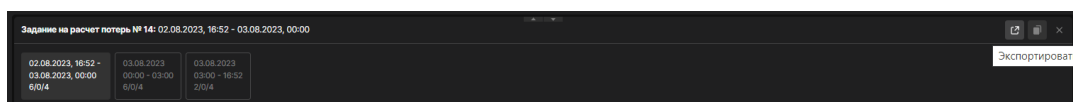

Рисунок 5.101. Кнопка «Экспорт» на форме «Таблица сигналов»
2. Нажать на кнопку «Экспорт» (Рисунок 5.101).